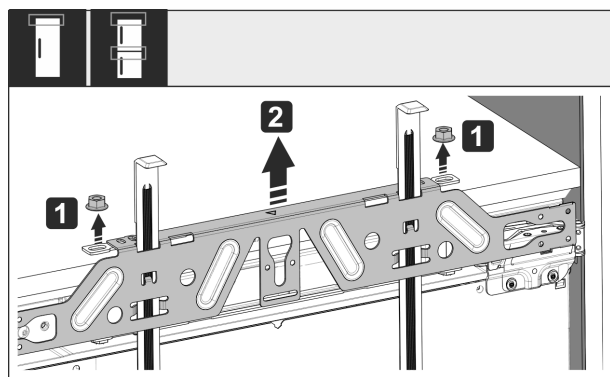

Fig. 58
- Otpustite protumatice Fig. 58 (1).
- Skinite Fig. 58 (2) pričvrсну poprečnu letvicu.